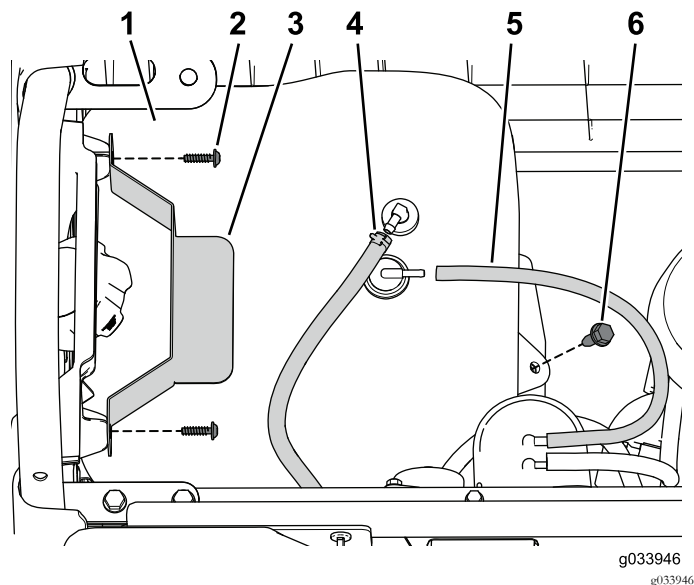

図 1
1. 燃料タンクをタンクトレイに固定しているフランジボルトを外す 図 1。
2. 押さえ棒を固定しているねじを外す 図 1。
3. タンクから通気チューブと燃料ラインを外す 図 1。